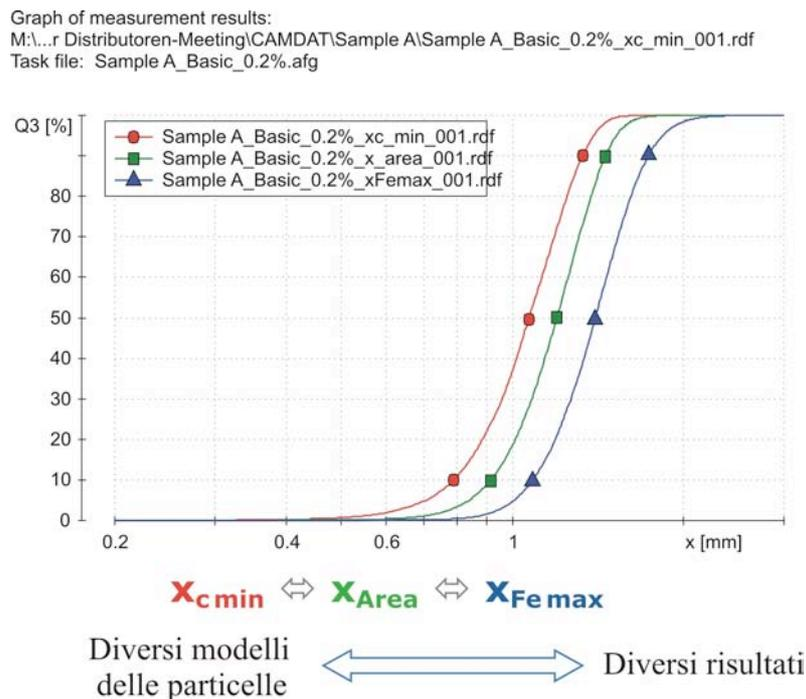

Figura 12. Curve cumulative relative a 3 misure effettuate sullo stesso campione A ma con 3 diversi modelli delle particelle.
La scelta del modello da utilizzare durante le misure dipende dal tipo di applicazione, ad esempio il modello x_c_{min} è considerato un parametro significativo per comparare i risultati del CAMSIZER con quelli del metodo della setacciatura, mentre xFe_{max} è spesso usato per i campioni estrusi (cioè allungati). La figura 12 mostra le differenze delle curve cumulative dello stesso campione (A) misurato con modelli diversi (x_c_{min} , x_{area} e xFe_{max}).